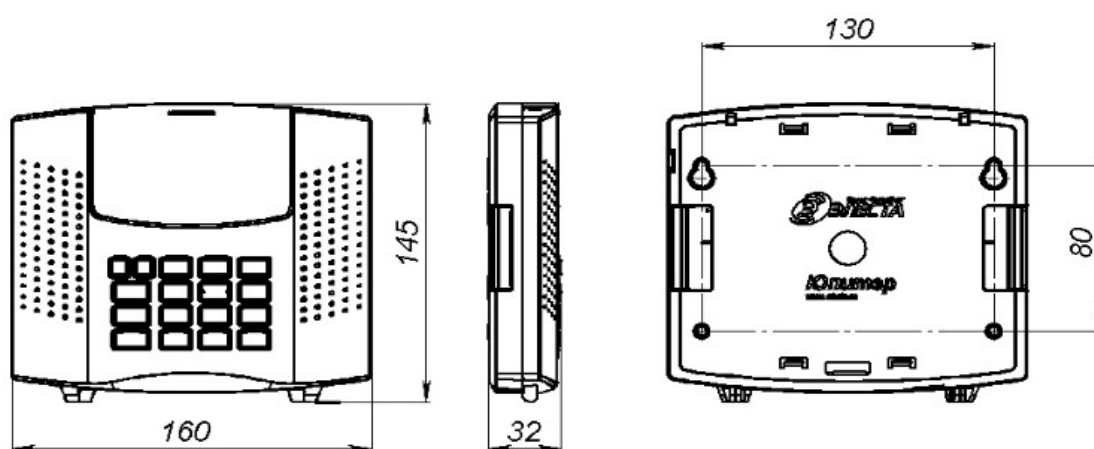

Рисунок 4.1. Габаритные и установочные размеры прибора
Прибор устанавливается в охраняемом помещении, в удобном для технического обслуживания месте. Прибор крепится к стене на высоте, удобной для наблюдения за индикацией. На стену прибор навешивается на два шурупа, ввинченных в стену и крепится двумя другими шурупами через отверстия в основании корпуса (рисунок 4.1).
- 3 Заверните в стену два шурупа по установочным размерам (рисунок 4.1).